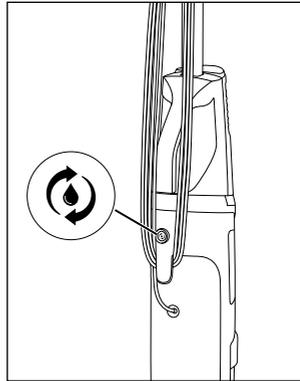

Fig. 32
- ◆ Pulse el interruptor de autolimpieza **19** (consulte la fig. 32).